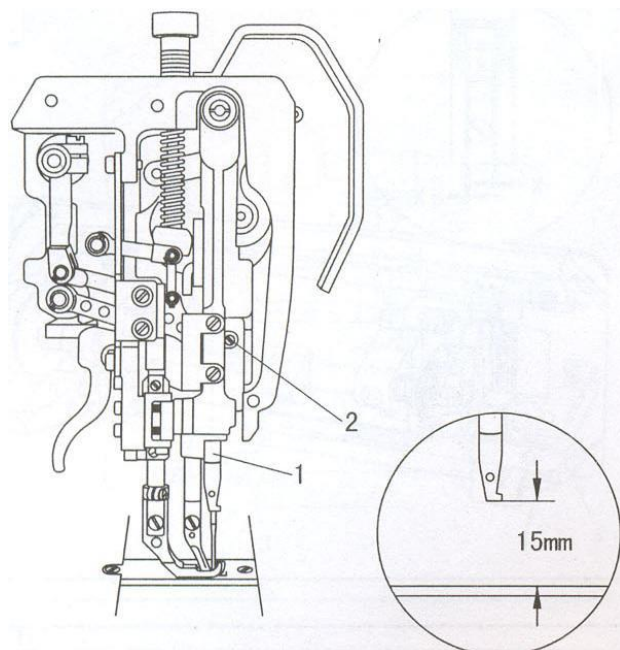

Рис. 14
14. Предварительная регулировка высоты иглы (Рис. 14)